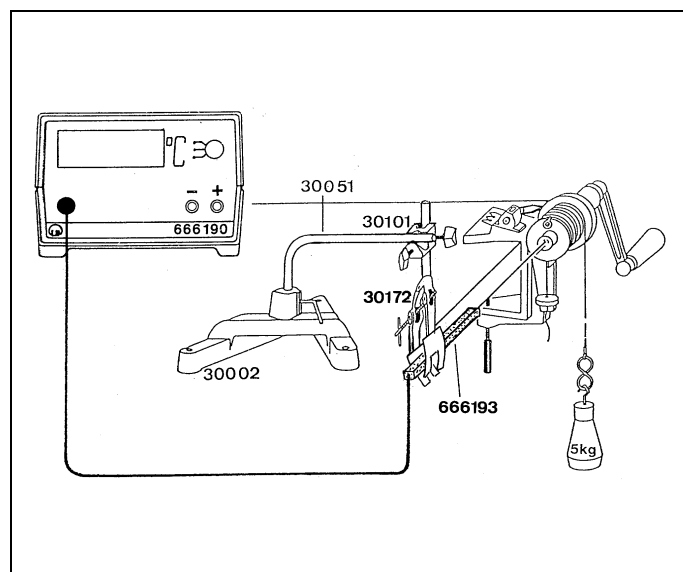

Fig. 5.2
3.2.2 Mesure de température avec la sonde de température (voir fig. 5.2; fig. 7)
Soit (voir fig. 5.2)
enfoncer la sonde de température le plus loin possible dans le perçage ⑦ et la fixer avec du matériel support (voir fig. 5.2)
3.2.2 Medición de la temperatura con la sonda de temperatura (véase la Fig. 5.2; Fig. 7)
O bien (véase la Fig. 5.2)